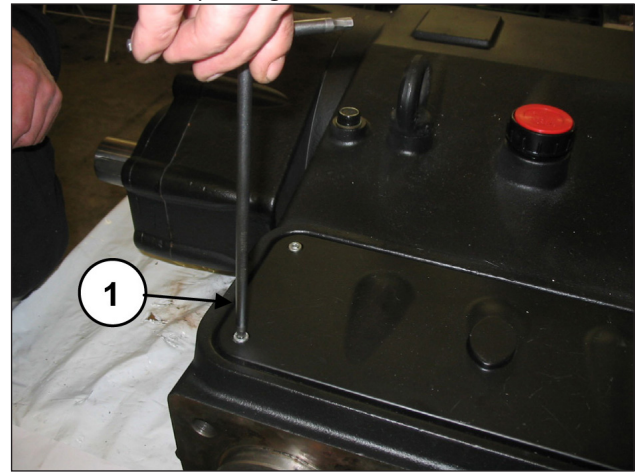

Fig. 152
Déposer le couvercle d'inspection supérieur en desserrant les 4 vis de fixation (rep. ①, Fig. 152).